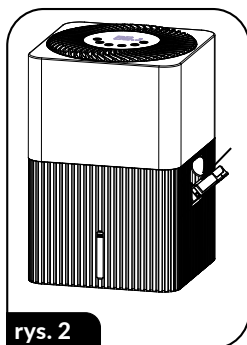

rys. 1
4. Zdejmij z urządzenia obudowę (3), wyjmij pierścień blokady pływaką (4) a następnie wyjmij filtr (6) – (rys.1). Zdejmij z filtra folię ochronną (o ile filtr jest nią zabezpieczony) i włóż go z powrotem do wnętrza zbiornika (10). Zamontuj ponownie pierścień pływaką a na zbiornik nałóż obudowę (3). Obudowa (3) pasuje do zbiornika na wodę (10) w jednej prawidłowej pozycji.
5. Napełnij wodą zbiornik na wodę (10).